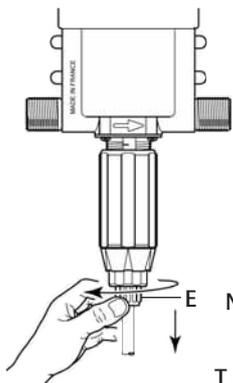
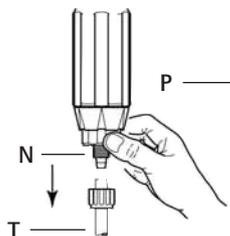

Abb. 15
Abb. 16
- Die Haltemutter losschrauben (Abb. 15-E) und Saugschlauch abnehmen (Abb. 16-T).
- Die Mutter (Abb. 16-N) losschrauben und abnehmen.